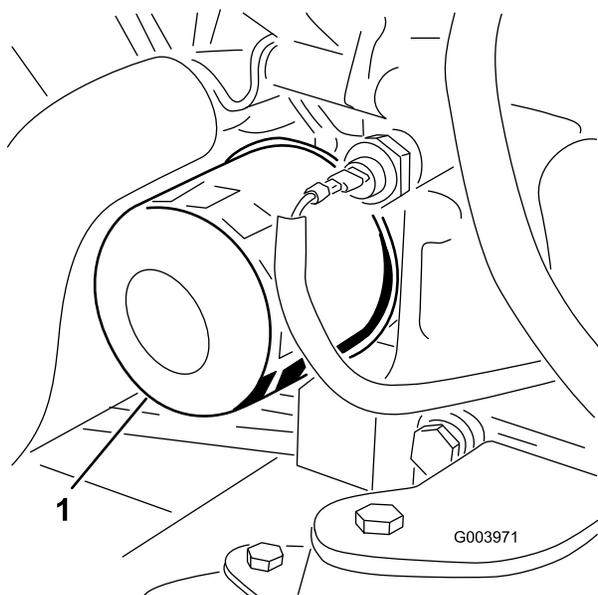

Figura 63
3. Togliete il filtro dell'olio (Figura 63).